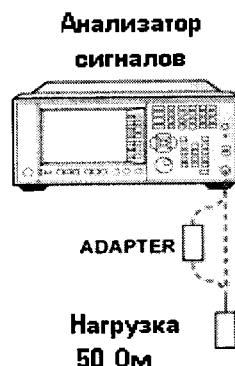

Рисунок 9
7.7.1 Определение среднего уровня собственных шумов на входе анализатора выполнять при подсоединеной согласованной нагрузке (50 Ом) на входе (рисунок 9).